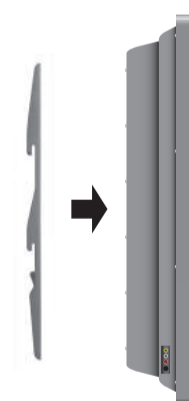

Fig. 2 – Prender os braços na parte traseira do écran.
3. Fixar os braços na parte traseira do écran, utilizando as cavilhas identificadas nos Passos 1 e 2 e os respectivos anéis de ancoragem (C, F, I, o L) (ver fig. 2 e 3).
- A. Quando se utilizam as cavilhas M4, M5, ou M6 (Sacos 1, 2, e 3 respectivamente), será necessário utilizar também os Anéis M6 (O).
- B. Quando se utiliza uma das cavilhas mais longas, para um écran com a parte traseira curva ou para dentro, será necessário utilizar também uma Vedação (M ou N). Usar a Vedação pequena (M) para cavilhas M4 e M5 e a vedação grande (N) para as cavilhas M6 e M8.